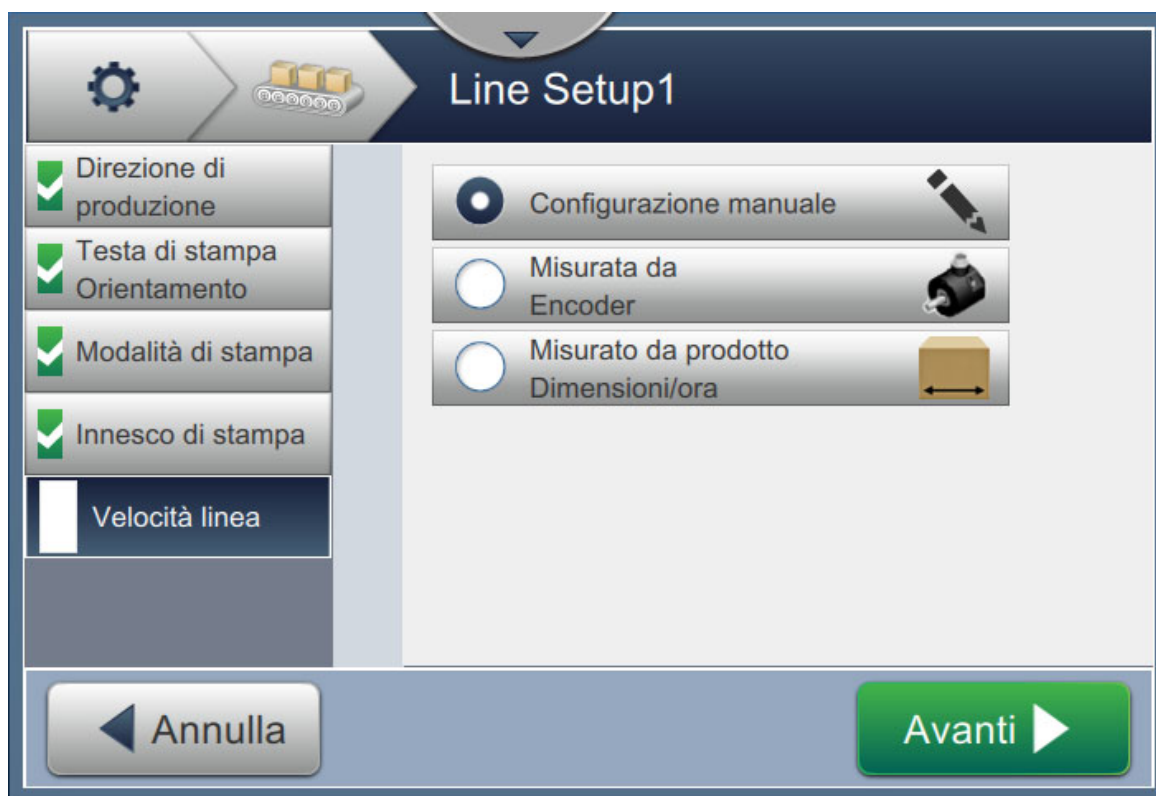

Figura 6-33: Configurazione linea - Velocità linea
1. Toccare l'opzione *Velocità linea* nella schermata Impostazioni configurazione linea e selezionare la velocità di linea, come da Figura 6-33. Toccare il pulsante  per impostare la velocità di linea.
1. Selezionare l'opzione *Configurazione manuale* come da Figura 6-33. Toccare il pulsante
1. Selezionare l'opzione *Misurato da Codificatore albero* come da Figura 6-33. Toccare il pulsante
1. Toccare *Misurato per prodotto Dimensioni/ora* come da Figura 6-33. Toccare il pulsante